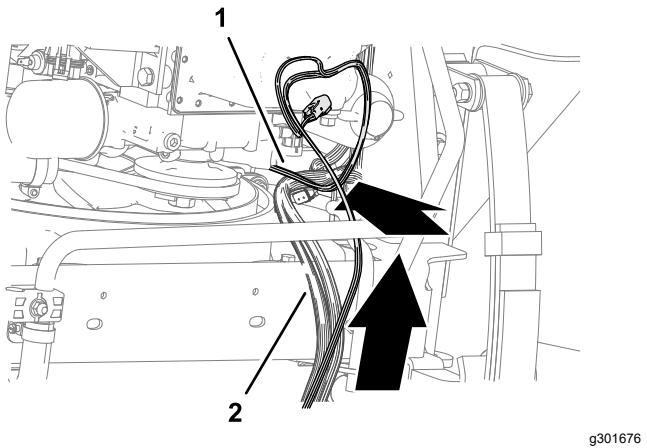

Figura 95
3. En la parte inferior trasera del radiador, enrute el arnés de cables hacia arriba junto al arnés de cables de la máquina (Figura 95).